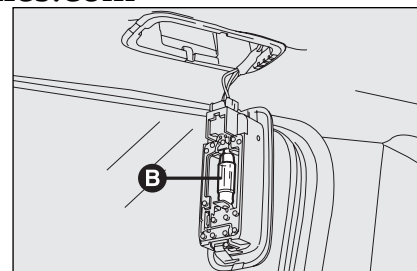

fig. 48
- ☐ sustituya la lámpara **B**-fig. 48 separándola de los contactos laterales asegurándose de que la lámpara nueva haya quedado bloqueada correctamente entre los mismos contactos.